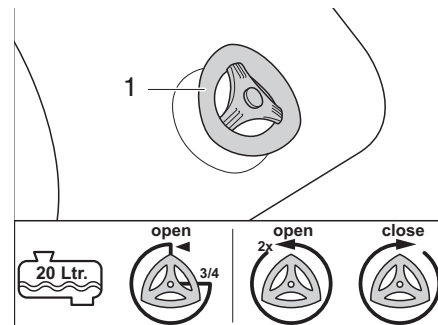

Fig. 341 Robinet de vidange
- 1/2 rempli ou moins : tourner le robinet de vidange (Fig. 341,1) de 3/4 de tour dans le sens inverse des aiguilles d'une montre. L'eau s'écoule.
- 3/4 rempli et plus : tourner le robinet de vidange (Fig. 341,1) de 2 tours dans le sens inverse des aiguilles d'une montre. L'eau s'écoule.
- Fermer le robinet de vidange (Fig. 341,1) dans le sens des aiguilles d'une montre.